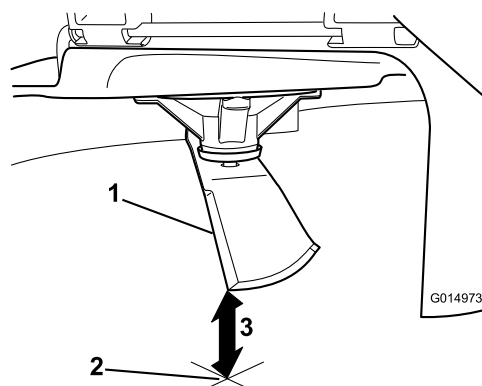

Figura 54
3. Mida desde la punta de la cuchilla hasta la superficie plana (Figura 54).